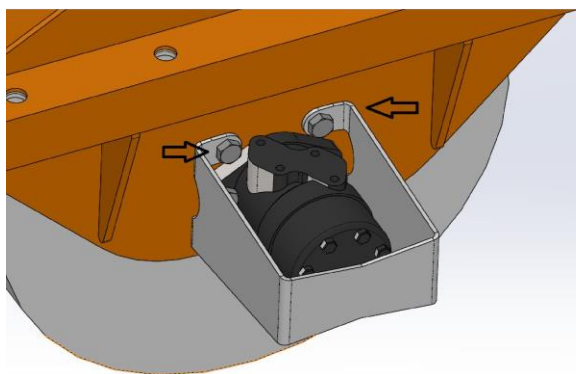

Fig. 2 Motor som driver borsten
1. Skruva loss muttrarna som håller fast motorn och ta bort motorn (Fig.2)